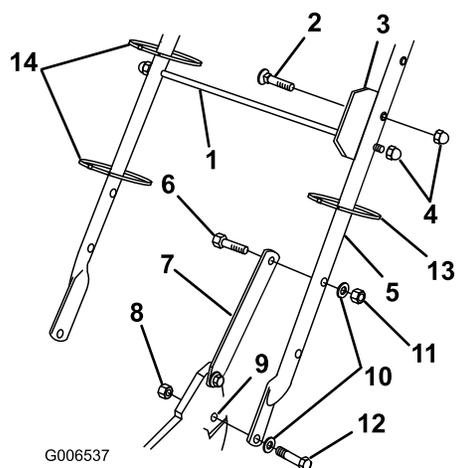

Figure 3
1. Montez le guidon à l'extérieur du carter de tondeuse (en vous servant du trou inférieur) avec 2 boulons (5/16 x 1-1/4 inches), rondelles et contre-écrous minces (5/16 inch) (Figure 3).
2. Fixez les pattes de verrouillage au guidon avec 2 boulons (5/16 x 1-1/2 inches), rondelles et contre-écrous (5/16 inch) (Figure 3).
3. Insérez le boulon dans la plaque d'alignement du bac et le trou supérieur à gauche du guidon puis fixez-le avec un contre-écrou borgne (Figure 3).
4. Insérez la tige de support du bac à herbe dans le troisième des trous supérieurs dans le guidon, et serrez un contre-écrou borgne à chaque extrémité (Figure 3).
5. Utilisez les serre-câbles fournis pour attacher les câbles de commande au guidon (Figure 3).